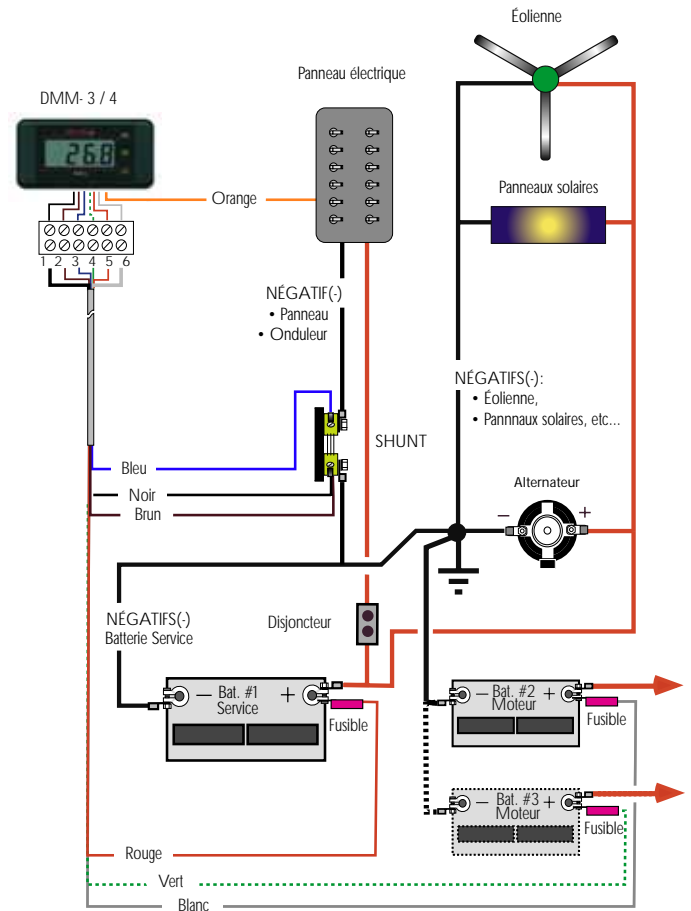

Figure 3: Installation du Shunt pour mesure de consommation
- B- La consommation de courant par le panneau de distribution et onduleur selon la figure 3.
B- La figure 3 propose une installation pour la consommation de courant: Faites les étapes 1 à 11 comme ci-haut.